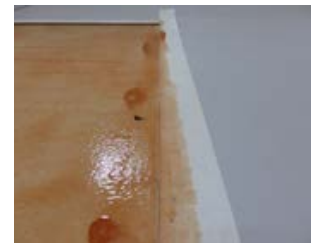

Рисунок 5.14. Защита зоны сварного шва от попадания клеевого состава
**5.5.9.** Необходимо следить, чтобы клеевой состав не попадал в зону сварного шва. Для дополнительной защиты нахлестов от попадания клеевого состава рекомендуется заклеить свободный край полотна с помощью малярного скотча (рис. 5.14).